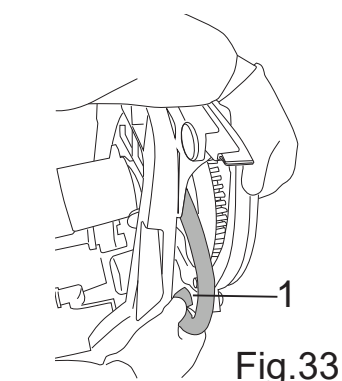

Fig.33
- Desengate o tubo da válvula parcializadora e do squeegee traseiro (Fig.33-Ref.1).